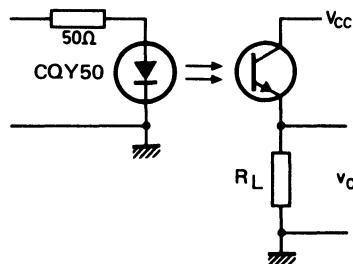

Fig. 2
2) Voir fig. 2 et 3 : Circuit de mesure et définition.